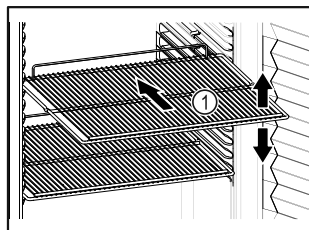

Fig. 48 Primjer izgleda
- ☐ Ako su rešetke za polaganje Fig. 48 (1) pomične, prilagodite ih po visini.